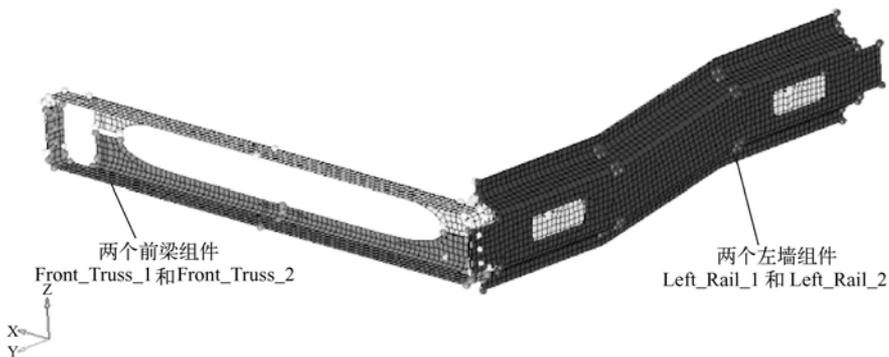

图 6-48 通过对 connector 的复制映射操作焊接两个前支架
- (1) 在 Model Browser 中，确认对象选择选项已设置为 Elements and Geomtry (📐)。
- (2) 右键单击 `assem_4`，在弹出菜单中选择 Isolate，结果如图 6-48 所示。